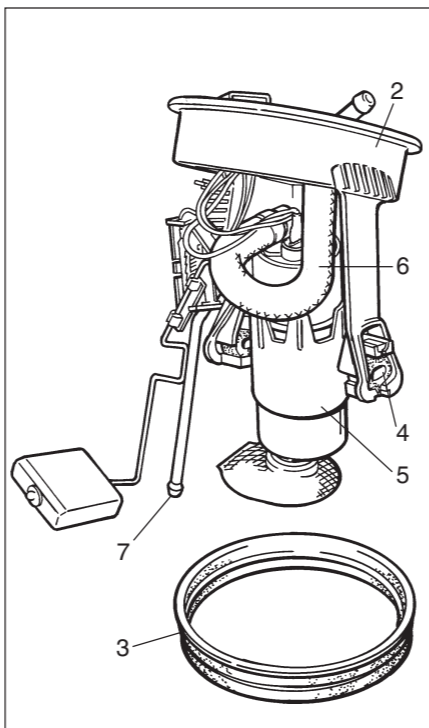
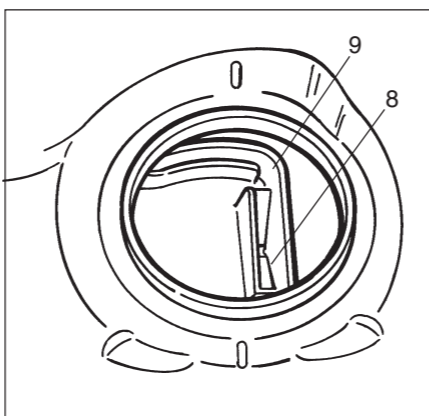

Abb. 2 / Fig. 2
Abb. 3 / Fig. 3
- Flansch (2) mit integriertem Geber und Kraftstoffpumpe herausziehen, evtl. Dichtring (3, Abb. 2) herausnehmen.
- Dämpfungsgummis (4, Abb. 2) (3 Stück) mit Schraubendreher vorsichtig heraushebeln.
- Kraftstoffschlauch (6, Abb. 2) und Kabelverbindungen (+) und (-) abziehen.
Montage der Pierburg-Pumpe (Abb. 2)
- Vormontierte Kraftstoffpumpe (5, Abb. 2) in die Aufnahme setzen.
- Schlauch (6) mit beiliegender Schlauchklemme ganz aufschieben und befestigen.
- Dämpfungsgummis (4) einsetzen.
- Dichtring (3, Abb. 2) in die Tanköffnung setzen.
- Kraftstoffpumpen-Einheit so einsetzen, daß die Führungsstange (7, Abb. 2) in die Führungsaufnahme (8, Abb. 3) des Schwalltopfes (9) zur Anlage kommt. Die Führungsstange (7) federt dadurch etwas ein.
- Pull out flange (2) with integrated sensor and fuel pump, remove sealing (3, fig. 2) if necessary.
- Carefully remove damper rubbers (4, fig. 2) (3 parts) using a screw driver as a lever.
- Remove fuel hose (6, fig. 2) and cable connections (+) and (-).
Assembly of the Pierburg pump (fig. 2)
- Place pre-assembled fuel pump (5, fig. 2) into the support.
- Install hose (6) completely, including the enclosed hose clamp, and fasten.
- Insert damping rubbers (4).
- Place sealing (3, fig. 2) into the tank opening.
- Insert fuel pump unit so that the guide rod (7, fig. 2) is in contact with the guide support (8, fig. 3) of the surge pot (9). As a result, the guide rod (7) will settle down to a certain degree.
- Enlever la bride (2) avec le capteur intégré et la pompe à carburant et enlever le joint d'étanchéité (3, fig. 2) en cas de besoin.
- Enlever avec précaution les pièces amortissantes en caoutchouc (4, fig. 2) (3 pièces) en utilisant un tournevis comme levier.
- Enlever le tuyau de carburant (6, fig. 2) et les connexions de câble (+) et (-).
Installation de la pompe Pierburg (fig. 2)
- Mettre la pompe à carburant prémontée (5, fig. 2) dans le support.
- Installer le tuyau (6) complètement, y comprise la pince ci-jointe, et le fixer.
- Mettre le joint d'étanchéité (3, fig. 2) dans l'ouverture du réservoir.
- Installer l'unité de pompe à carburant de manière à ce que la tige conductrice (7, fig. 2) soit en contact avec le support conducteur (8, fig. 3) du pot (9). Par conséquent, la tige conductrice (7) se met en position dans une certaine mesure.
- Quite la brida (2) con el sensor integrado y la bomba de gasolina y quite la junta (3, fig. 2) en caso de necesidad.
- Quite cuidadosamente las piezas amortiguadoras de goma (4, fig. 2) (3 piezas) utilizando un tornillador como palanca.
- Quite el tubo de gasolina (6, fig. 2) y las conexiones de cable (+) y (-).
Instalación de la bomba Pierburg (fig. 2)